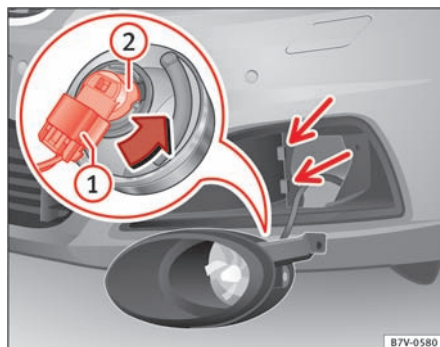

Fig. 205 Udskiftning af pære i forlygte
4. Klap forlygten en smule fremad, og træk den ud af holderne i siden ⇒ Fig. 205 (små pile).
5. Løsn tilslutningsstikket ⇒ Fig. 205 ①, og træk det af.
6. Drej pæreholderen ⇒ Fig. 205 ② helt til venstre i pilens retning, og træk den bagud og ud sammen med pæren.
9. Sæt tilslutningsstikket ⇒ Fig. 205 ① på pæreholderen ⇒ Fig. 205 ②. Du skal kunne høre, at tilslutningsstikket går i hak.
10. Sæt forlygten ind i holderne ⇒ Fig. 205 (små pile), og klap den bagud.